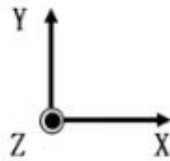

图 2 光纤 IMU700 坐标系
如图 2 所示, 光纤 IMU700 使用东 (X) 北 (Y) 天 (Z) 坐标系: